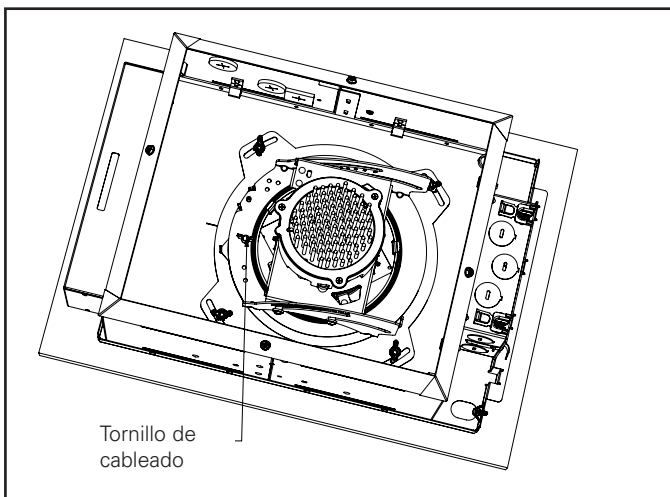

Figura 16A
6. Apunte el mecanismo 180 grados desde el conductor utilizando un destornillador Phillips (consulte la Figura 16A).